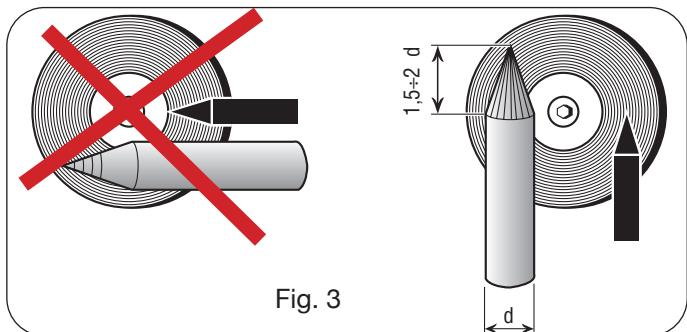

Fig. 3
E' necessaria una particolare attenzione nella preparazione della punta dell'elettrodo. Smerigliarla in modo che presenti una rigatura verticale come indicato in fig.3.
- Smerigliare l'estremità dell'elettrodo di tungsteno in forma conica per una lunghezza di 1,5 - 2 volte il diametro dell'elettrodo.(fig. 3)